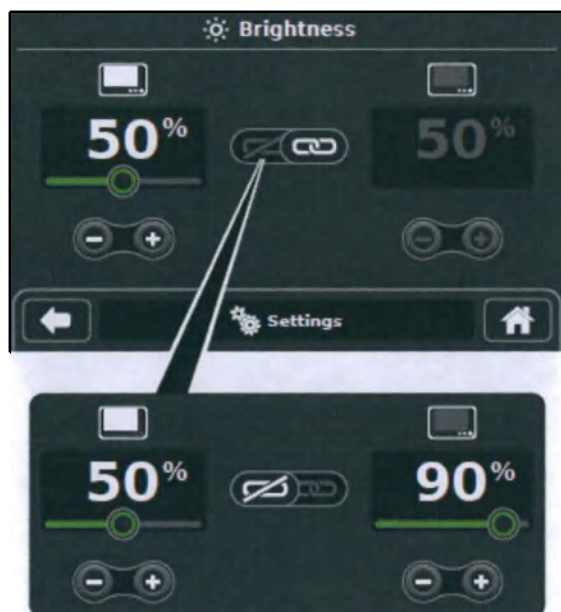

Рисунок 26 — Экран яркости
3. Нажмите кнопку «СВЯЗАННАЯ ЯРКОСТЬ» или «НЕ СВЯЗАННАЯ ЯРКОСТЬ» в зависимости от пожеланий (рисунок 26).